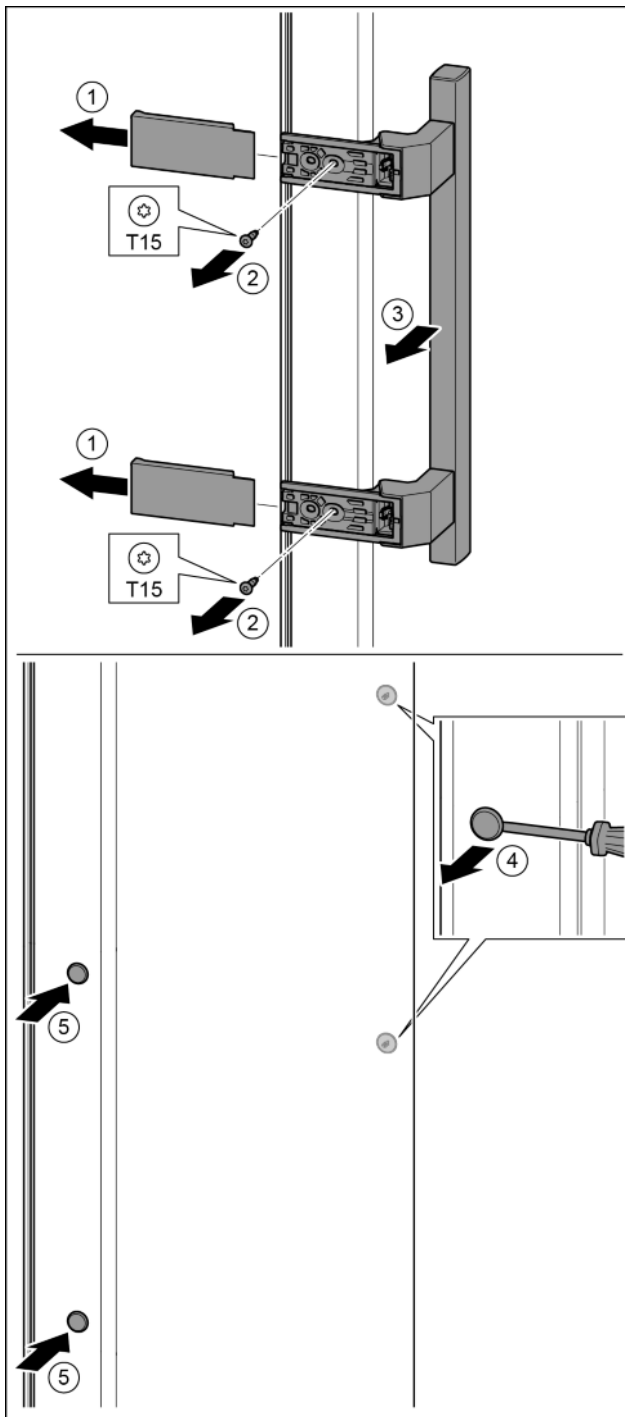

Fig. 14
- ▶ togliere la copertura. Fig. 14 (1)
- ▶ Con il cacciavite T15 svitare le viti. Fig. 14 (2)
- ▶ Togliere la maniglia. Fig. 14 (3)
- ▶ Con un cacciavite sollevare con attenzione i tappi laterali ed estrarli. Fig. 14 (4)
- ▶ Inserire nuovamente i tappi sull'altro lato. Fig. 14 (5)